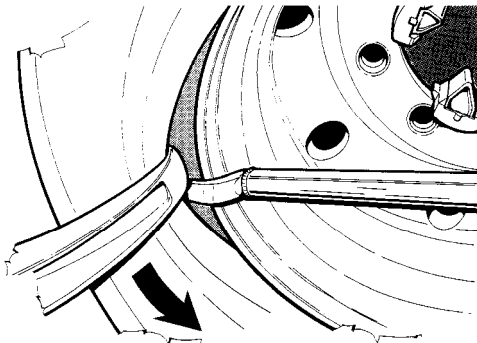

Abb.30
3. Den Hubarm heben, um das Werkzeug vom Felgenhorn freizustellen (2-3 cm). Das Werkzeug nach außen bewegen, sodaß das lange Montierisen angesetzt werden kann (Abb.30).